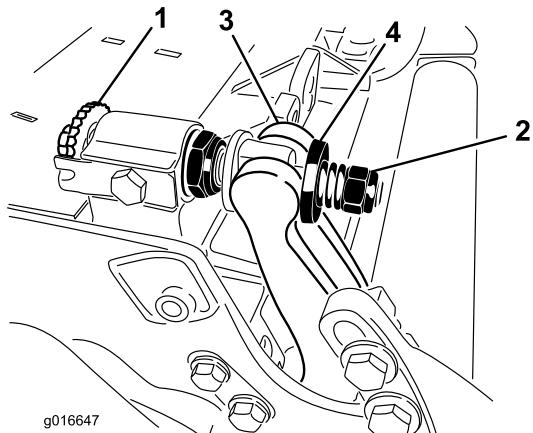

Figura 30
- Gire el tornillo de ajuste de la barra de asiento, en el sentido contrario a las agujas del reloj, para alejar la contracuchilla del molinete (Figura 30).
- Afloje la tuerca de tensado del muelle hasta que el muelle deje de presionar la arandela contra la barra de asiento (Figura 30).